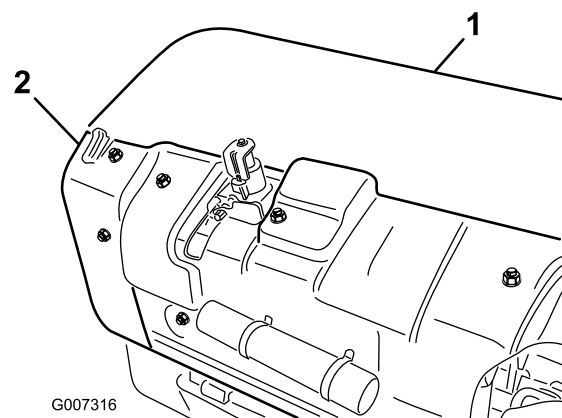

Figure 35
1. Déposez le couvercle arrière de la tête d'aération (Figure 35).
2. Retirez les boulons de fixation du protège-poulie et déposez celui-ci (Figure 35).